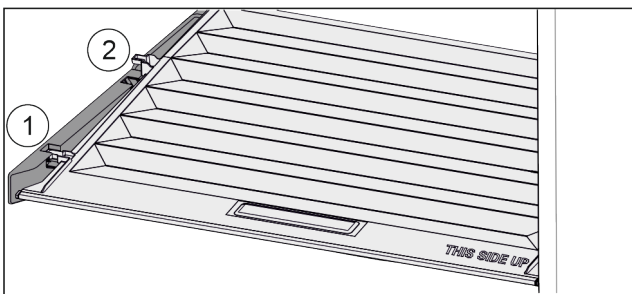

Fig. 24
- ▶ Потянуть крышку до отверстия в поддерживающих деталях вперед Fig. 24 (1).
- ▶ Поднять сзади снизу и извлечь Fig. 24 (2) движением вверх.